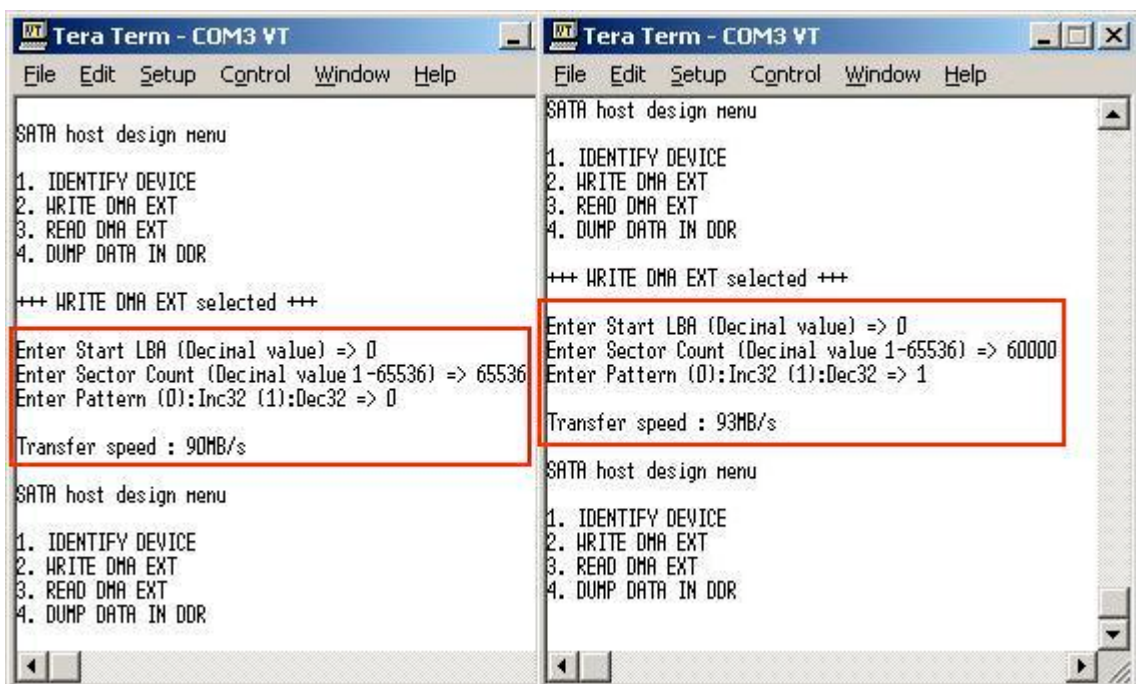

図 7 Write Dma Ext メニュー
- '2'をキーの入力後に図 7 のメニューが表示されるため、以下を入力してください。
- (1) Enter Start LBA: 開始セクタアドレス(LBA アドレス)を 10 進数で入力しています。ここには 0~(HDD の最大 LBA サイズ-1)あるいは 4G セクタのうち小さい方の数字としてください。
- (2) Enter Sector Count: 書き込みセクタ数を 1~65536 の範囲で 10 進数で指定します。
- (3) Enter Pattern: 書き込みパターンを'0'(32bit インクリメント)または'1'(32bit デクリメント)で指定します。